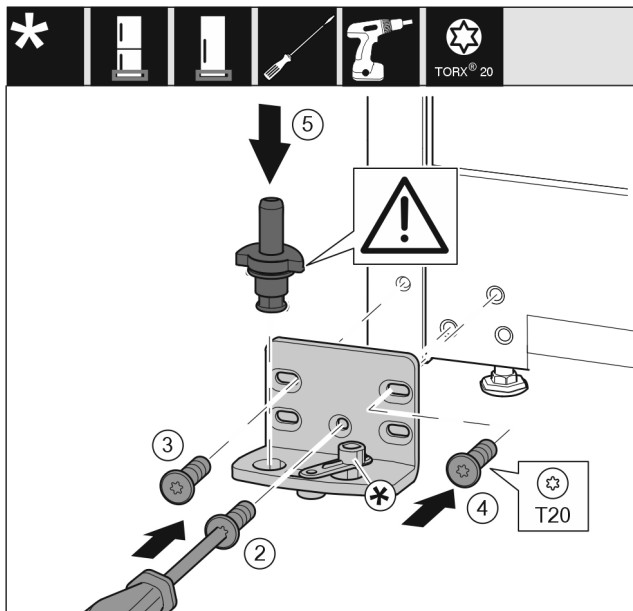

Fig. 16
- ▶ Установите опорный кронштейн с другой стороны и прикрутите с помощью отвертки T20. Начините с винта 2 снизу в центре. Fig. 16 (2)
- ▶ Затяните винты 3 и 4. Fig. 16 (3,4)
- ▶ Установите опорный палец в сборе. При этом следите за тем, чтобы выступ фиксатора был направлен назад. Fig. 16 (5)